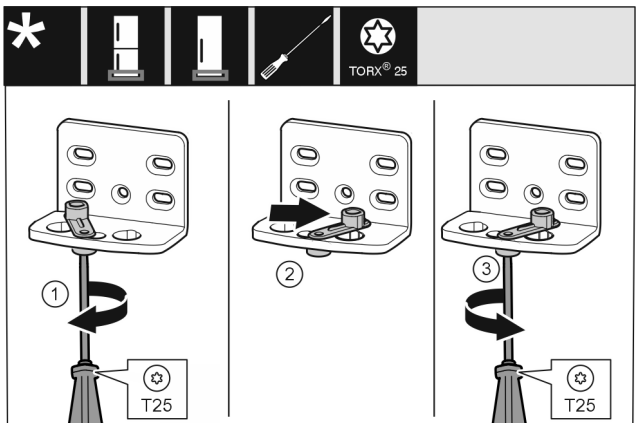

Fig. 12
- ▶ Šroubovákem volně přišroubujte šroub Fig. 12 (1).
- ▶ Zvedněte pomůcku zavírání dveří Fig. 12 (2) a v otvoru ji otočte o 90° doprava.
- ▶ Šroubovákem šroub Fig. 12 (3) pevně utáhněte.